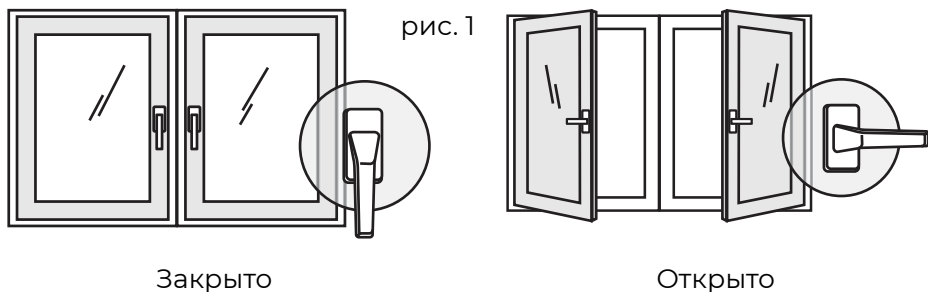

рис. 1
2) чтобы открыть (распахнуть) створку окна, ручку поворачивают на 90 градусов в горизонтальное положение (положение «Открыто» на Рис. 1). При повороте ручки закрытую створку слегка прижимают к раме другой рукой (чуть выше ручки). Затем, потянув за ручку, створку распахивают (сплошной режим – поворотное открывание)